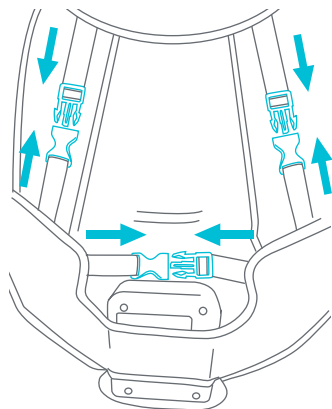

Fig. 11
- 11) • Secure the seat pad to the frame by buckling the straps on the back of the pad (Fig. 11). Place the bouncer back in the upright position.
- Sujete la almohadilla del asiento al armazón abrochando las correas de la parte trasera de la almohadilla (Fig. 11). Coloque la parte trasera del rebotador en la posición erguida.